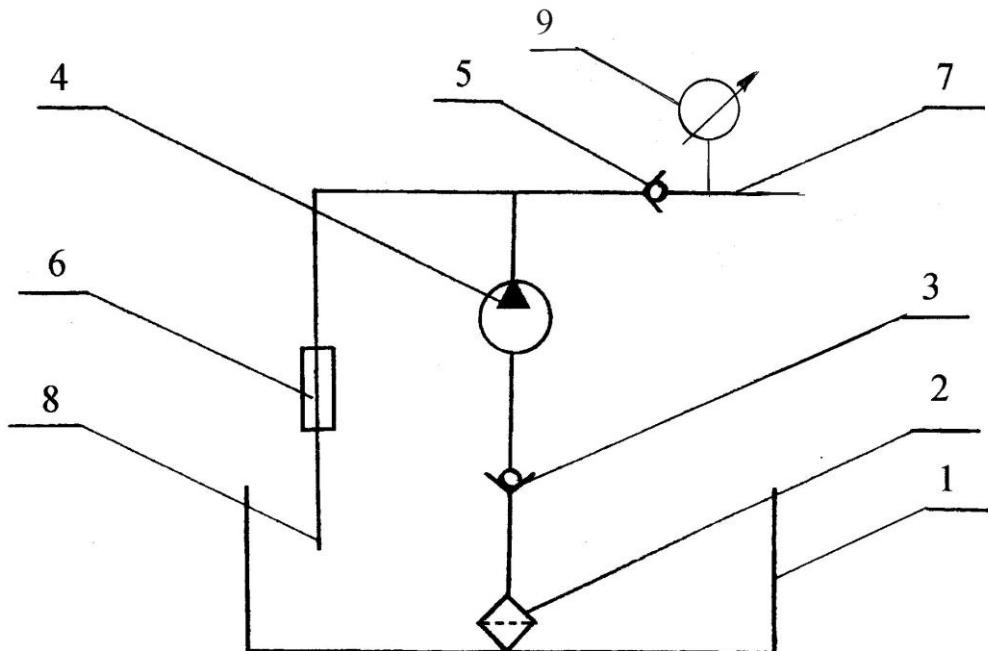

Рис. 1
4.1. Насос для гидроиспытаний ручной НЫТОН НТН 25Р (см. рис.1) состоит из бака 1, в верхней плоскости которого установлен насос 4, в корпусе насоса находится плунжер, который шарнирно соединен с приводным рычагом. Насос снабжен всасывающим клапаном 3, нагнетательным клапаном 5 и дренажным вентилем 6 для сброса давления в системе. В нижнюю часть насоса ввернута трубка с заборным фильтром 2. Принцип работы насоса заключается в том, что при качании приводного рычага плунжеру сообщается возвратно-поступательное движение. Происходит всасывание рабочей жидкости из бака и подача на испытуемый объект по нагнетательному трубопроводу 7. Давление рабочей жидкости контролируется манометром 9.